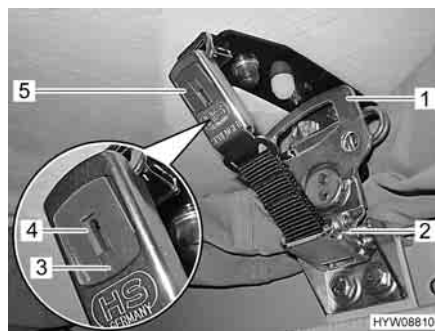

Fig. 44 Bloccaggio del tetto a soffietto
- Spingere il cursore rosso (Fig. 44,3) verso l'alto premendo sui due lati, quindi premere sulla linguetta grigia (Fig. 44,4). La serratura a scatto (Fig. 44,5) si apre.
- Eseguire mezza rotazione in senso antiorario sui due lati della maniglia (Fig. 44,1) della serratura rapida (Fig. 44,2). Il bloccaggio si sblocca. Il tetto a soffietto si sposta di un pezzo in alto e rimane in questa posizione.